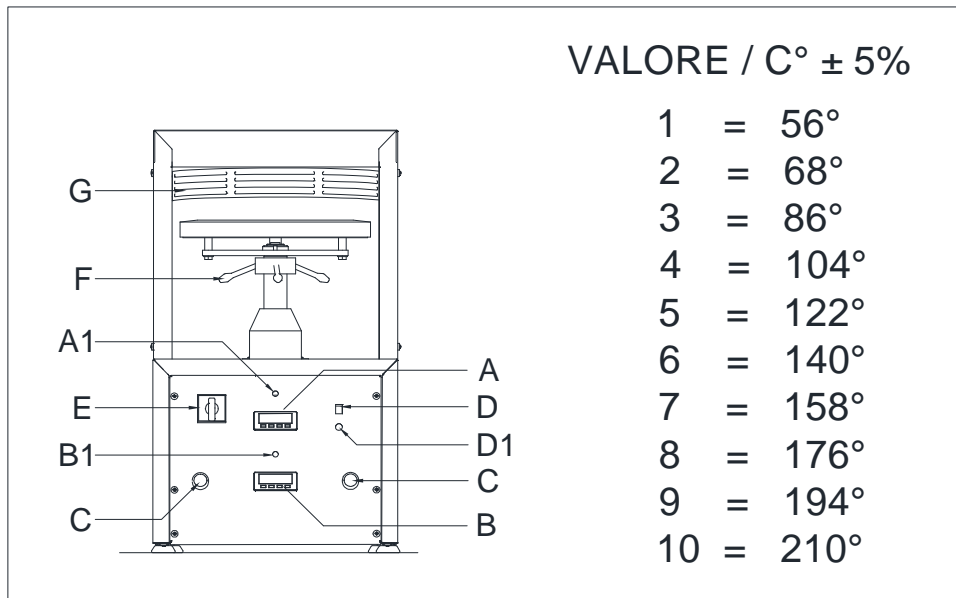
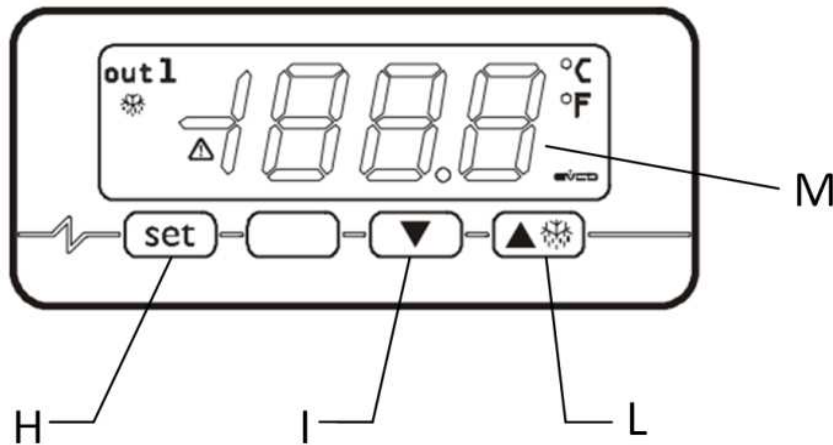

Abb. 3.1
Abb. 3.2
- Bei Maschinenbetrieb das Schutzgitter anheben (Punkt G-ABB.3.1). Die untere Scheibe wird abgesenkt und kehrt sofort in ihre Ausgangsposition zurück.
- Die Displays der Wärmeregler A e B (Abb. 3.1) werden aktiviert und zeigen die momentane Temperatur der oberen und unteren Scheibe an.
Durch Drücken der Taste H (Abb. 3.2) des Wärmeregler A (Abb. 3.1) wird die Temperatur der oberen Scheibe eingestellt. Die gewünschte Scheibentemperatur wird mit den Tasten I (Erhöhung der Scheibentemperatur) und L (Verringerung der Scheibentemperatur) reguliert und mit dem erneuten Betätigen der Taste H (set) bestätigt.
Um die Dauer der Kompressionsphase einzustellen muß die Taste D1 gedrückt werden (Abb. 3.1). Es ist möglich eine "Kontaktdauer" von 0 bis 9 Sekunden einzustellen, die danach vom Display D angezeigt wird.
Durch Drücken der Starttasten C (Abb. 3.1), wird das Anheben und das Rücksetzen auf die Ausgangsstellung der unteren Scheibe aktiviert.
Die zum Bilden der Teigscheibe erforderliche Dauer der Kompressionsphase zwischen den Scheiben wird durch den zuvor eingestellten Wert des Zeitreglers D (Abb. 3.1) reguliert. Während der Kompressionsphase zeigt der Zeitregler D die verbleibende Dauer bis zum Lösen der Scheiben an. Nach der Kompressionsphase, senkt sich die untere Scheibe auf die ursprüngliche Ruheposition ab. Am Ende des Zyklus hat der Teig eine flache und kreisförmige Form angenommen und kann mit einer geeigneten Schaufel entnommen werden. (Abb. 4.3).
Am Ende der Arbeitsphase den Hauptschalter E auf "0" stellen (ABB. 3.1).